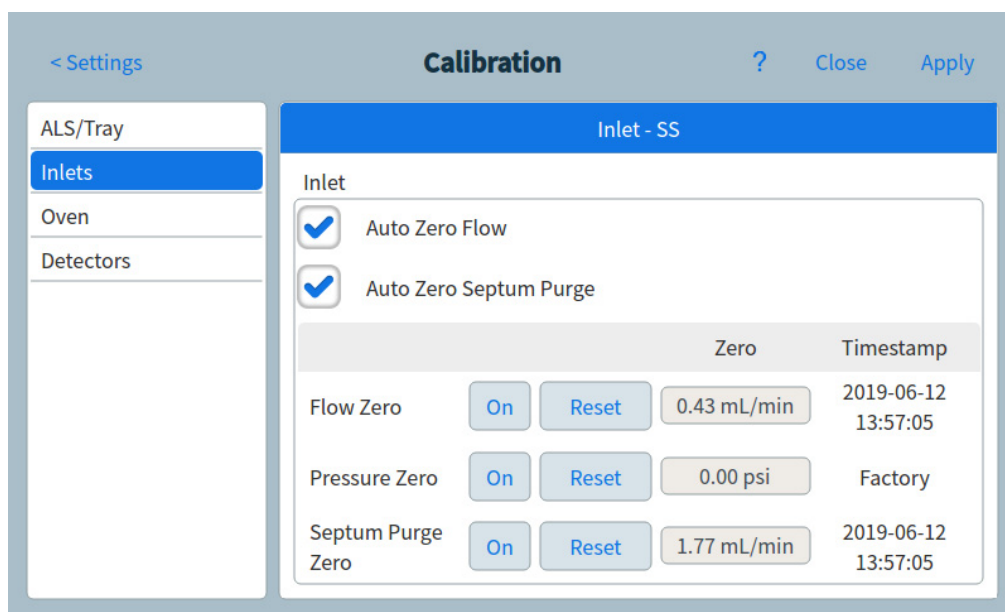

Figura 39 Pagina calibrazione
- 2 Premere **Calibration**. Si apre la pagina calibrazione. Vedere Figura 39.